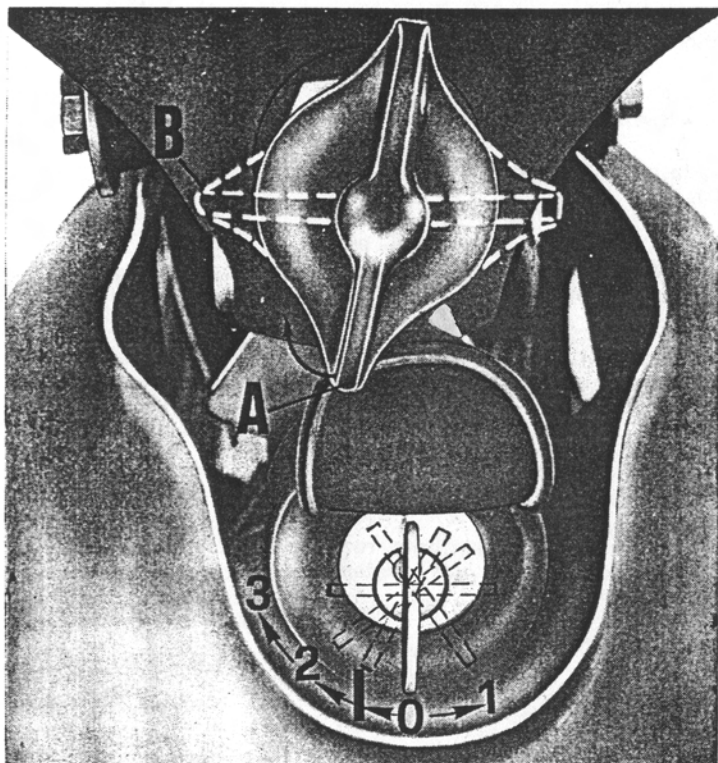
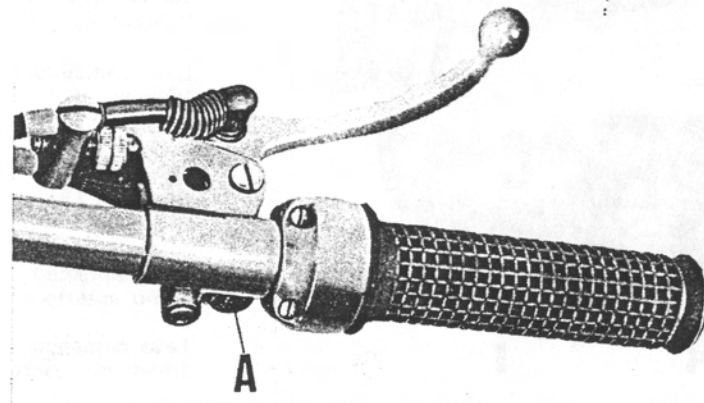

Fig. 7
Fig. 8
Commutatore per l'inserimento degli utilizzatori e comando avviamento (vedere fig. 7)
(ved. A di fig. 8)
(vedere fig. 7)
- la chiave sul commutatore generale sia in posizione « 2 » (vedere fig. 7);
Dopo i suddetti controlli portare la manopola gas a $\frac{1}{4}$ di apertura (girata verso il pilota), indi premere il pulsante di avviamento (che si trova sul lato destro del manubrio) (vedere « A » di fig. 8), o girare la chiave sul commutatore generale in posizione di avviamento (« 3 » di fig. 7).
A motore caldo non bisogna portare la levetta comando « Starter » in posizione di avviamento (vedere « A » di fig. 16), perchè aumentando l'immissione di benzina, la carburazione diventerebbe troppo grassa, creando difficoltà di avviamento. Quando il motore è troppo caldo e l'avviamento risulta difficile, è opportuno ruotare completamente la manopola comando gas (verso il pilota) prima di premere il pulsante di avviamento sul manubrio o girare la chiave del commutatore generale in posizione di avviamento « 3 » (vedere fig. 7).
Chiudere il gas, portare la leva del cambio in posizione di folle, ed a veicolo fermo portare la chiave sul commutatore generale in posizione « 1 » (vedere fig. 7) indi estrarla.